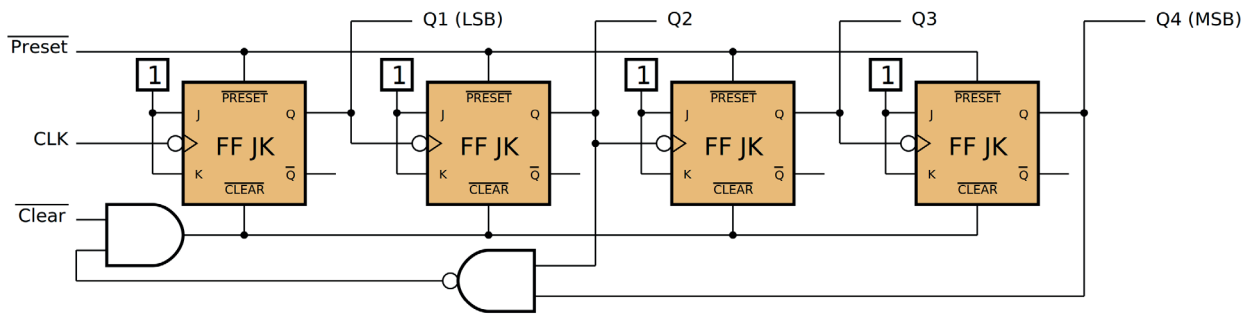
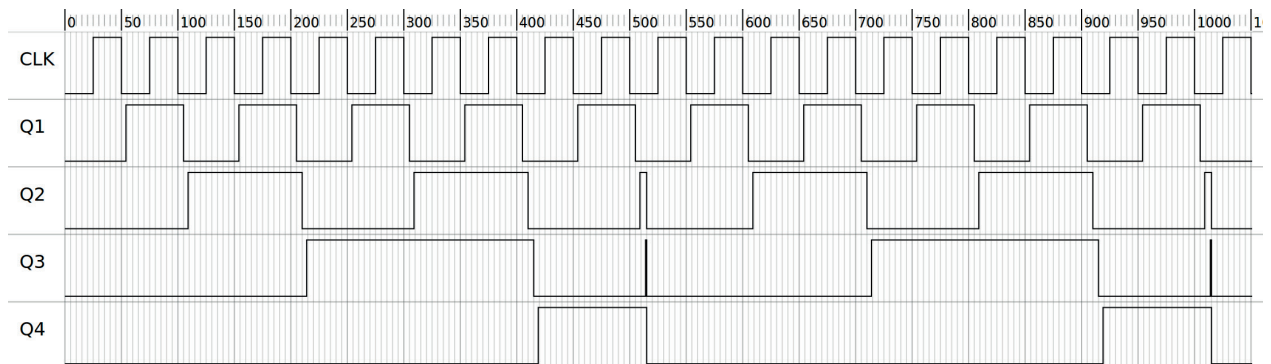

Figura 10.4 – Circuito contador ascendente assíncrono MOD10 (década ou BCD).
Figura 10.5 – Diagrama de tempo do contador ascendente assíncrono MOD10 (década ou BCD).
Os contadores podem ser projetados para ter um número de estados em sua sequência que seja menor que o máximo de 2^n . Esse tipo de sequência é chamado de *sequência truncada*. Para obter tal contador, um dos métodos que podem ser usados é a técnica de “reciclagem em relação ao módulo”. Um módulo comum para contadores com sequências truncadas é dez (chamado MOD10). Contadores com dez estados em sua sequência são chamados de contadores de década. Um contador de uma década com uma sequência de contagem de zero (0000) a nove (1001) é um contador de décadas BCD porque a sua sequência de dez estados produz o código BCD. Esse tipo de contador é útil em aplicativos de exibição nos quais o BCD é necessário para conversão em uma leitura decimal. Para obter uma sequência truncada, é necessário forçar o contador a reciclar antes de passar por todos os seus possíveis estados. Por exemplo, o contador de décadas BCD deve reciclar de volta ao estado 0000 após o estado 1001. Um contador de uma década requer quatro flip-flops (três flip-flops são insuficientes porque $2^3 = 8$). Uma maneira de fazer um contador BCD a partir de um contador assíncrono de 4 bits é modificar sua sequência como mostrado na figura 10.4, que mostra um circuito contador ascendente assíncrono Mod10 (década ou BCD) obtido pelos flip-flops JK. Para forçar este contador a reciclar após a contagem de nove (1001) é decodificar a contagem em dez (1010) com uma porta NE e conectar a saída da porta NE às entradas clear (R) dos flip-flops, como mostrado na figura 10.4. Observe na figura 10.4 que apenas Q4 e Q2 estão conectados às entradas da porta NE. Esse arranjo é um exemplo de decodificação parcial, em que os dois estados únicos ($Q4 = 1$ e $Q2 = 1$) são suficientes para decodificar a contagem de dez porque nenhum dos outros estados (zero a nove) tem Q4 e Q2 em alto “1” ao mesmo tempo. Quando o contador entra em contagem de dez (1010), a saída da porta de decodificação fica em baixo “0” (ambas as entradas estão em alto “1”) e desativa de forma assíncrona todos os flip-flops. Então a sequência de contagem começa no estado 0000 com o próximo sinal de relógio. O diagrama de tempos é mostrado na figura 10.5.